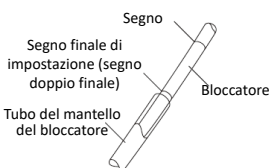

Fig.2
14. Quando si spinge il puntale del bloccatore fuori dalla tasca del tubo endotracheale, assicurarsi di afferrare l'asta del bloccatore vicino al tubo del mantello del bloccatore (l'area tra il segno finale di impostazione e il primo segno di profondità, come viene mostrato in Fig. 2). In caso contrario, si potrebbe piegare o rompere l'asta del bloccatore.